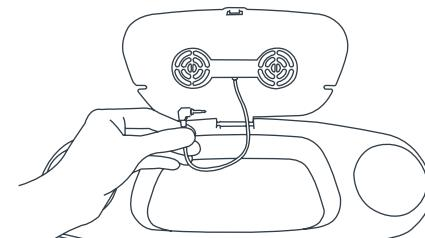

Fig. 10
- 10)** • La bandeja del padre viene con los altavoces con un enchufe MP3 adentro. Los altavoces tienen un alambre con un enchufe masculino para el uso con los jugadores MP3 asi que usted y su niño pueden escuchar la musica mientras que usted da un paseo. Conecte el extremo masculino del alambre del altavoz en su jugador MP3 (Fig. 10).